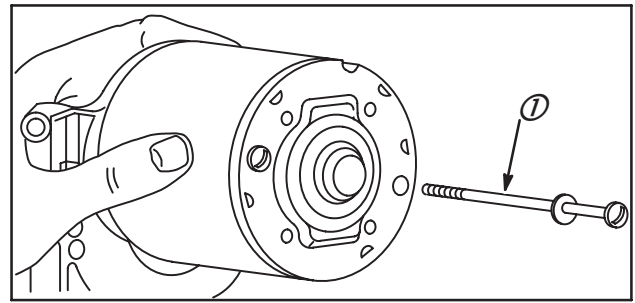

Fig. 50
1. Déposer les vis longues du démarreur (1), Fig. 50, puis retirer le couvercle.